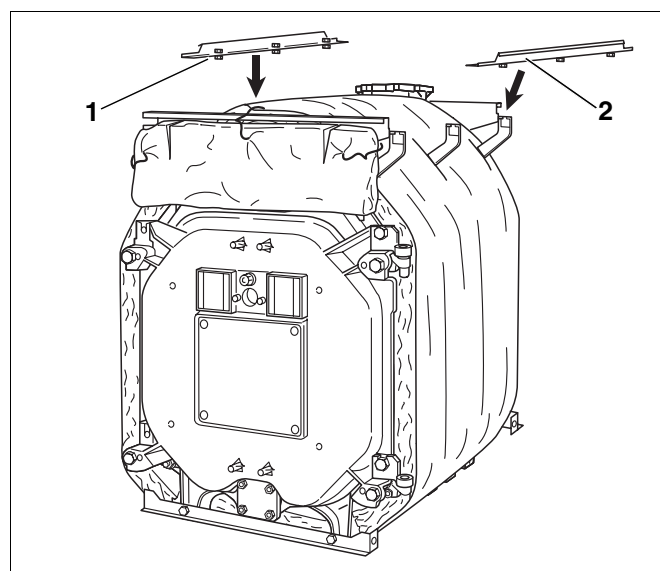

Fig. 45 Montarea șinelor longitudinale
- Șinele longitudinale (fig. 45, **poz. 1 și 2**) așa cum s-a descris deja, se introduc cu șuruburile premontate în decupările din console și se fixează strâns cu șuruburi.